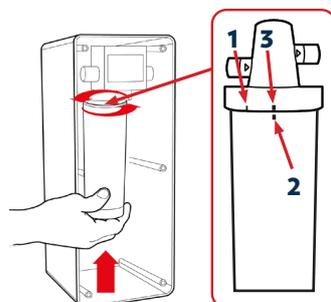

Fig. 1-5
18.6 – Prendere il filtro nuovo 2500A dopo averne rimosso la pellicola e il tappo protettivo, posizionarlo nella sede di aggancio allineando il marcatore **2** del filtro alla posizione di inserimento **1**, ruotare il filtro da sinistra verso destra fino a raggiungere il finecorsa **3**. Il marcatore sul filtro **2** dovrebbe ora essere in linea con il finecorsa **3** sulla testata del filtro, vedi Fig. 1-5.